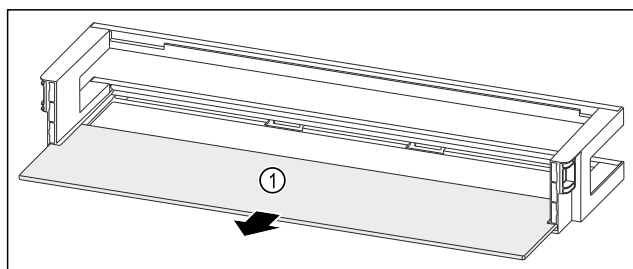

Fig. 212 Дверная полка со съемной полкой
- ▶ Извлеките съемную полку Fig. 212 (1).